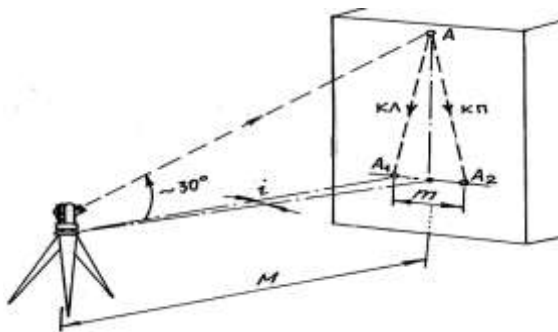

Рисунок 6. Пятая поверка теодолита.
1. Теодолит установить недалеко от высокого объекта (например, стены здания). В верхней части стены выбрать какую-либо заметную точку так, чтобы визирование на нее производилось при наклоне визирной оси к горизонту примерно на  $30^\circ$  (рис. 6).